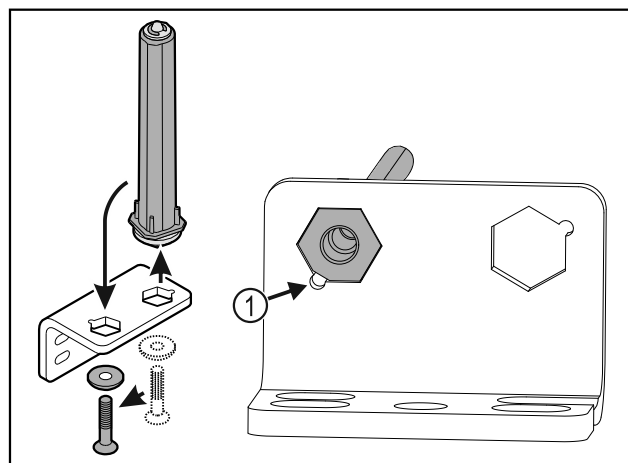

Fig. 37
- Lors de l'insertion de l'axe, veiller à ce que son chanfrein Fig. 37 (1) soit du côté du trou rond.